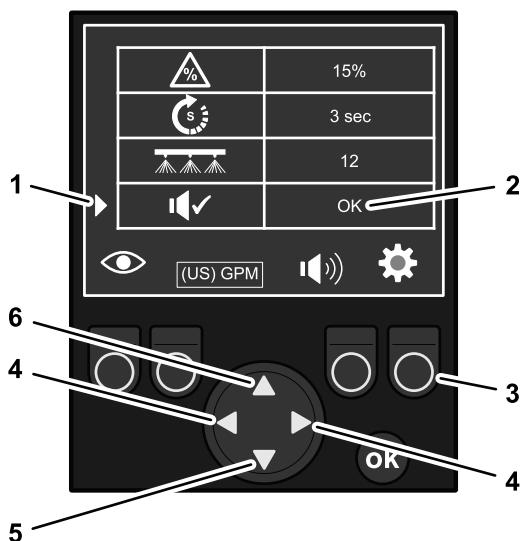

Figure 159
1. Sur l'écran de RÉGLAGES, appuyez sur les flèches Haut ou Bas du bouton de navigation/saisie jusqu'à ce que l'indicateur de réglage actif se trouve en face de BEEPER TEST (test du signal sonore) (Figure 159).
2. Appuyez sur la flèche gauche ou droite de modification de valeur sur le bouton de navigation/saisie pour faire retentir le signal sonore (Figure 159).
3. Lorsque vous avez terminé de modifier les valeurs sur l'écran de RÉGLAGES, appuyez sur le bouton de fonction 4 sous l'indicateur de bouton de réglages pour revenir aux écrans d'état de débit (Figure 159).